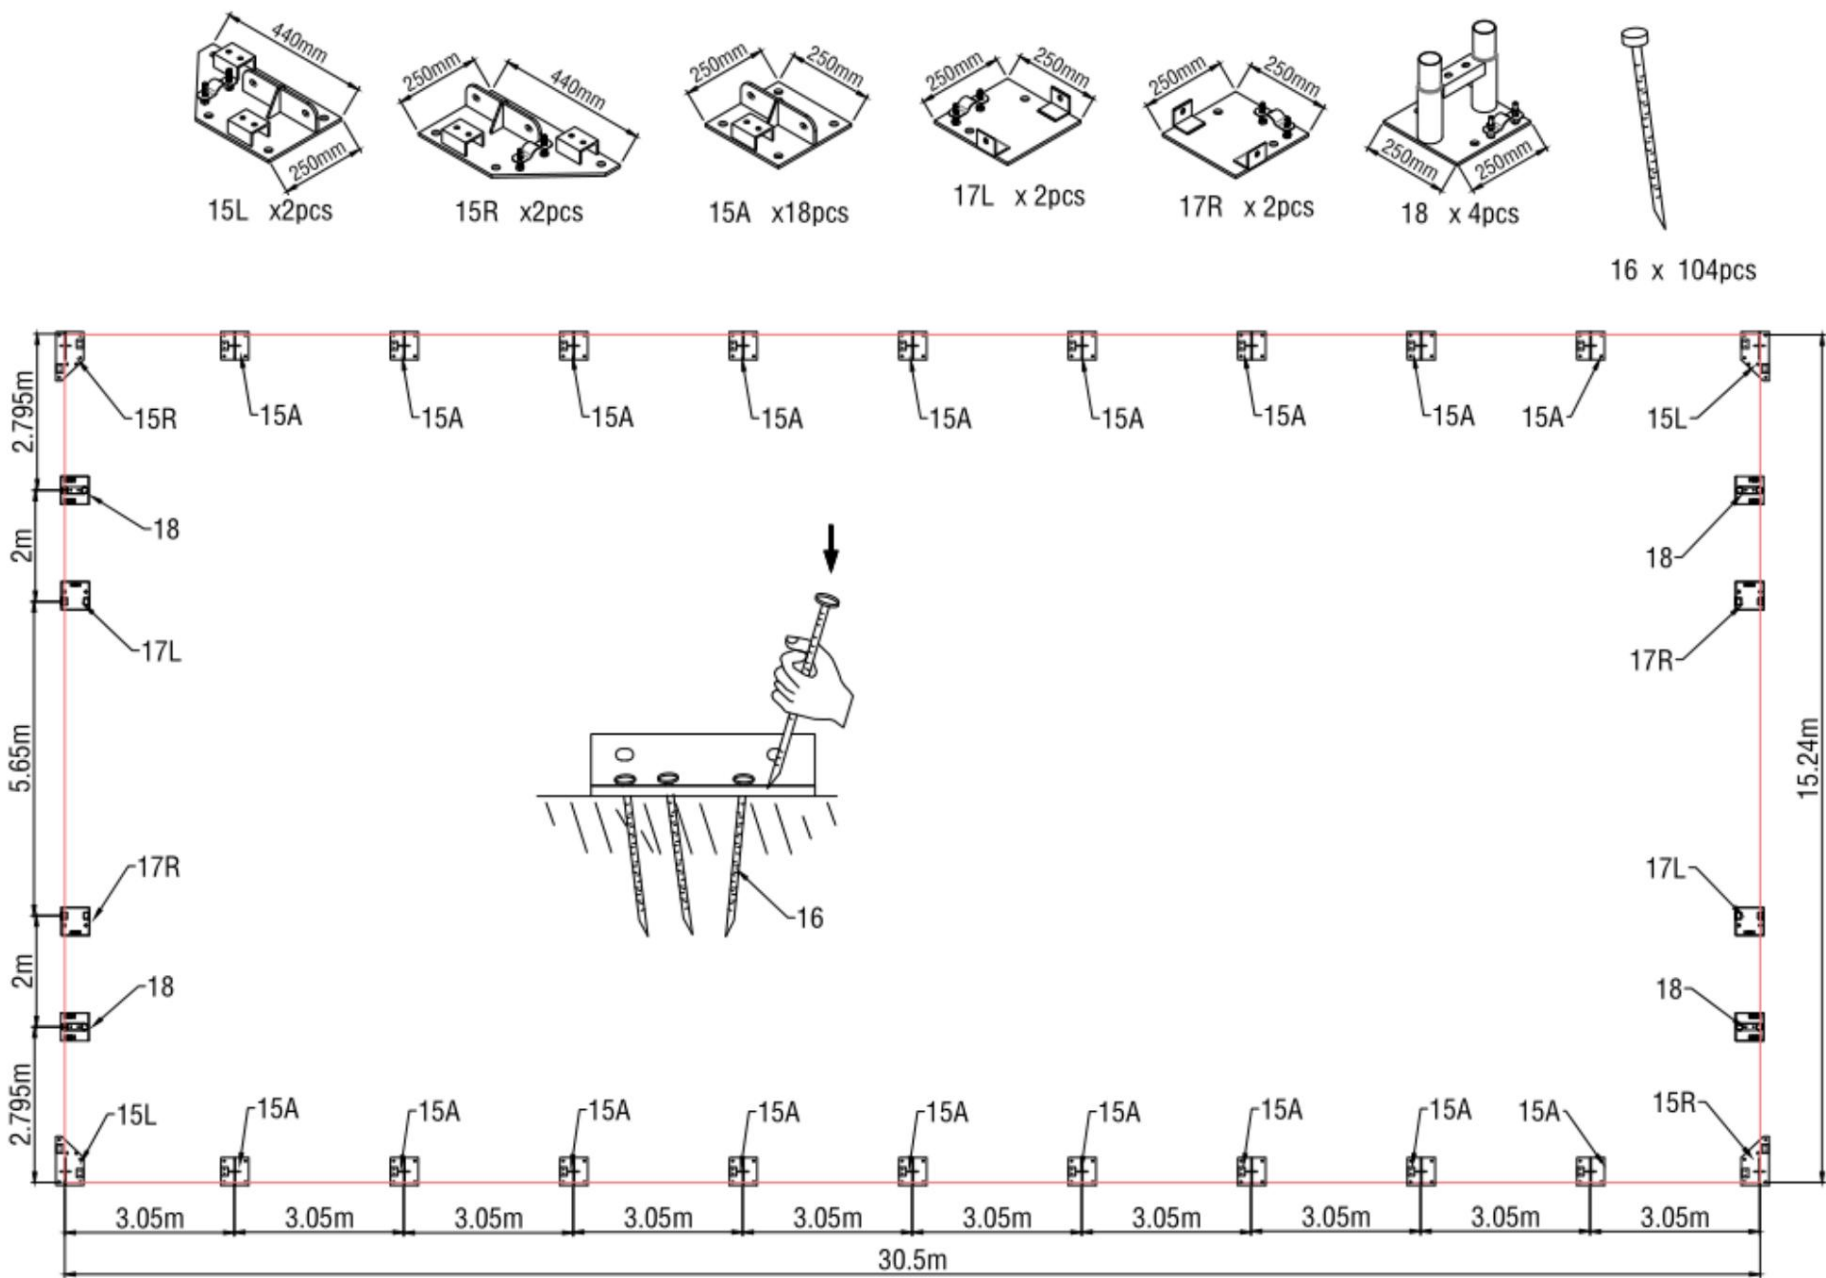

Figure 1
2. Veuillez vous référer au schéma (Figure 1) pour placer les plaques de base.
3. Comme le montre la figure 1, chaque plaque de base est équipée de 4 piquets (n° 16) ou de vis d'expansion